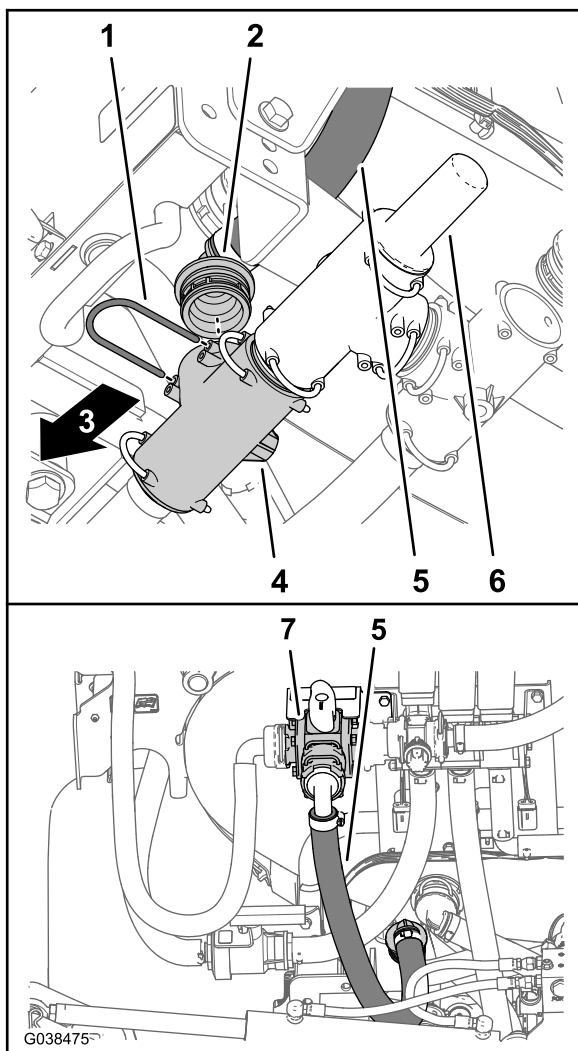

图11
3. 卸下将打药车供水软管的 90° 宝塔接头固定至泄压阀前部 T 形接头的卡环 图11。
4. 从 T 形接头卸下 90° 宝塔接头 图11。